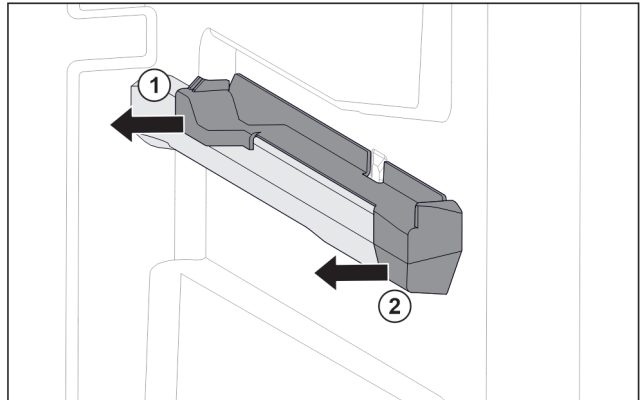

Fig. 61 Piesă de fixare pe nervura din dreapta a recipientului
- ▶ Scoateți piesa de fixare din spate în lateral. Fig. 61 (1)
- ▶ Scoateți piesa de fixare din față în lateral. Fig. 61 (2)